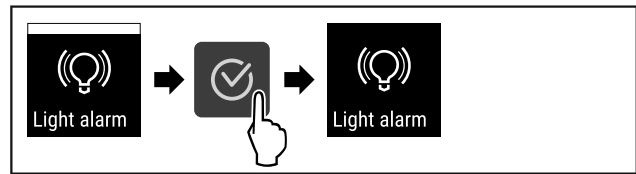

Fig. 120
- ▶ Végezze el a gyakorlati lépéseket (lásd Fig. 120) .